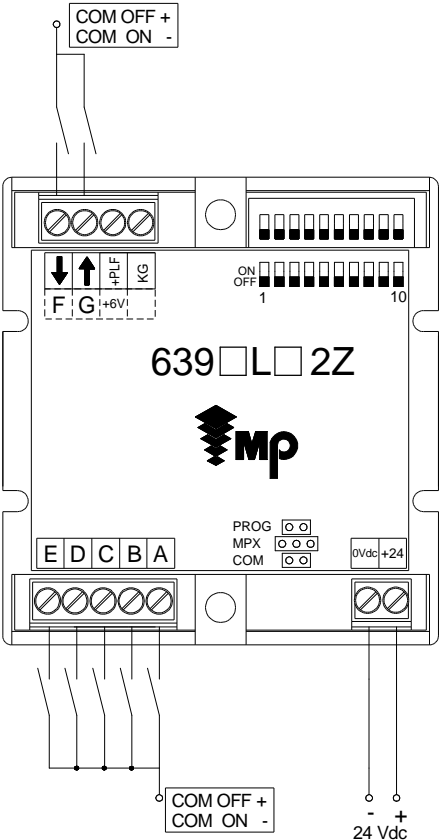

Figura 9 – Conexionado Display 639
- Conexiones mediante regletas atornillables (Figura 9):